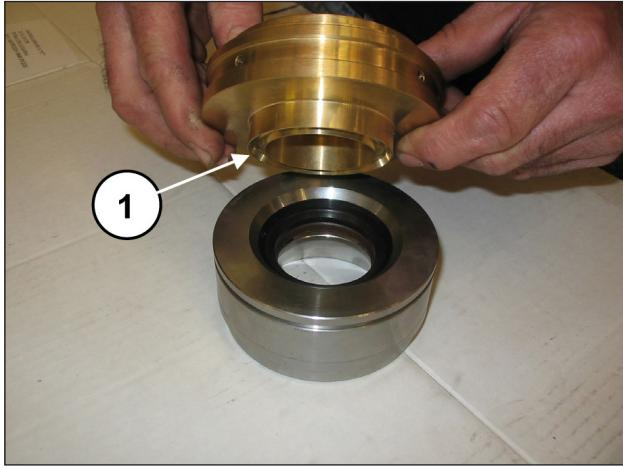

Fig. 138
Junte o suporte das juntas à camisa (pos. ①, Fig. 138).